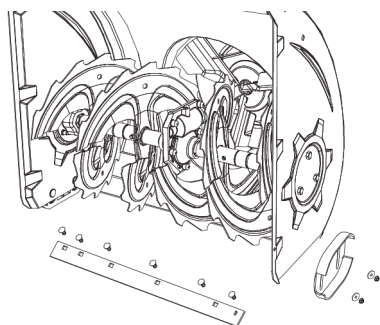

Рисунок 37
1. Снимите четыре болта и шестигранные гайки, фиксирующие их к снегоуборочной машине. См. рис. 37
2. Установите новые ограничительные башмаки, и затяните четыре болта (по два с каждой стороны) и шестигранные гайки. См. рис. 37.